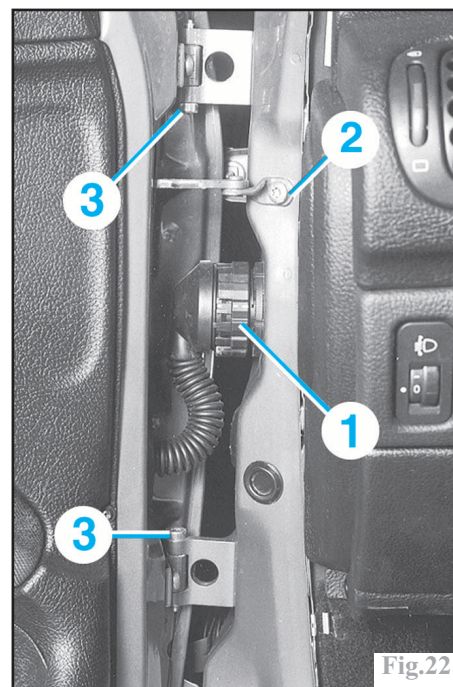

Fig.22
Déconnecter le faisceau électrique par une simple rotation du connecteur (1) (Fig.22) (porte arrière selon équipement). Déposer la vis de fixation du limiteur d'ouverture de porte (2). Déposer l'axe vissé (3) de la charnière supérieure et inférieure. Soulever et retirer la porte.